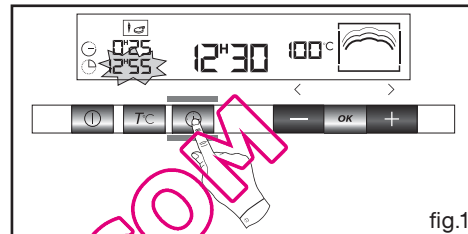

fig.1
- Drukt u op de toets "Einde bakduur" (⌚), de eindtijd van de bakcyclus verschijnt op het display en knippert, alsmede het symbool. U kunt de eindtijd nu instellen. Bijvoorbeeld: Het is 12u30 (fig.1).